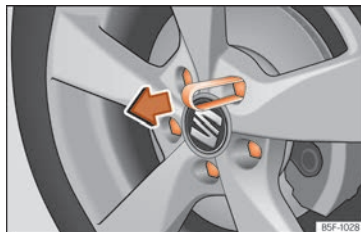

Fig. 68 Pincez pour extraire les capuchons des boulons de la roue.
- Encastrez la pince en plastique (outillage de bord) sur le capuchon jusqu'à ce qu'elle s'emboîte » » **fig. 68**.